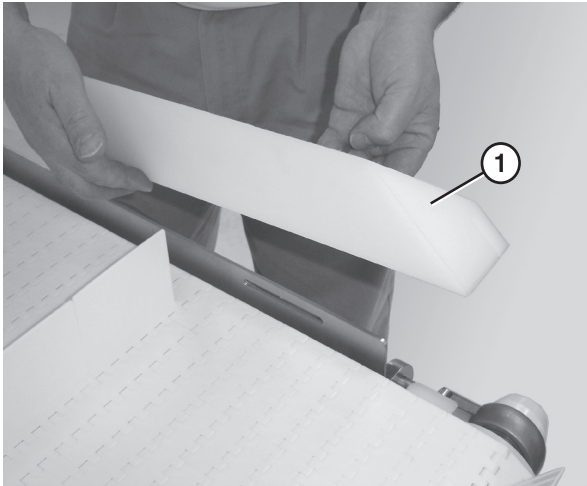

Figura 30
2. Retire la guía (Figura 30, ítem 1).